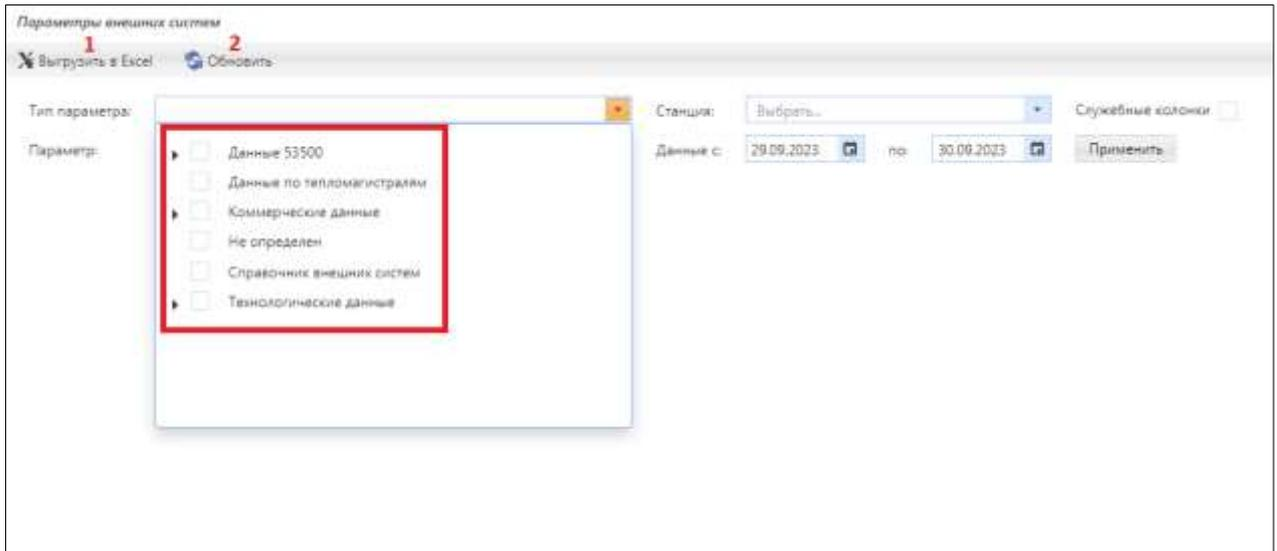

Рисунок 3.6.2 – Выбор необходимых параметров в подразделе «Параметры внешних систем»
Для выбора начальных условий в выпадающих списках необходимо проставить чек-боксы напротив необходимых типов данных, станции и параметрах (рис. 3.6.2).
Кнопка (1) «Выгрузить в Excel» (рис. 3.6.2) позволяет выгрузить выведенные параметры в Excel-файл. Кнопка (2) «Обновить» (рис. 3.6.2) позволяет обновлять выведенные параметры в соответствии с их изменением в БД.